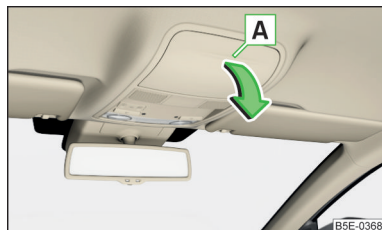

Fig. 97
► Presione la tapa del compartimento para las gafas en la zona **A** » fig. 97.
► Gire la tapa del compartimento para gafas en el sentido contrario al de la flecha » fig. 97 hasta que se oiga que encastra.